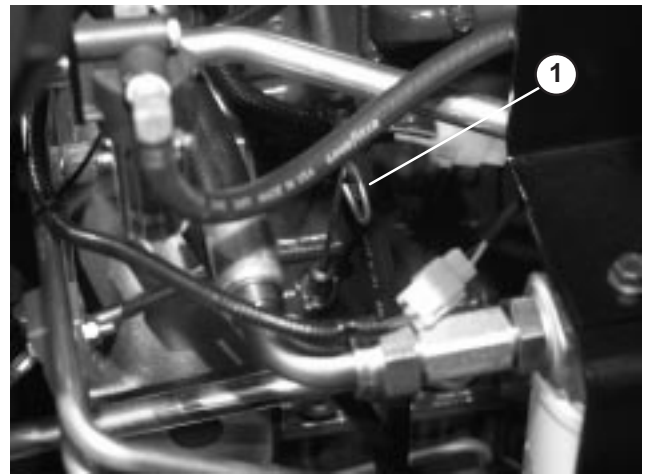

Figure 13
2. Sortez la jauge (Fig. 13), essuyez-la sur un chiffon propre et remettez-la en place. Ressortez la jauge et vérifiez le niveau d'huile. Le liquide doit atteindre le repère maximum (FULL) sur la jauge.